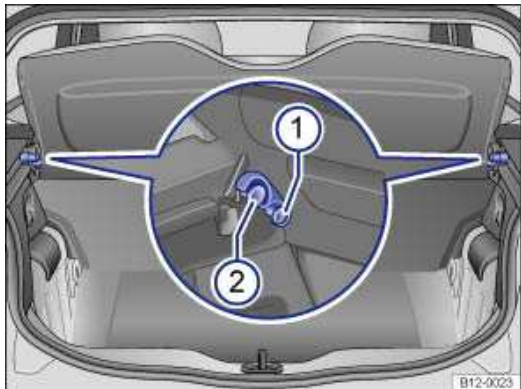

Abb. 77 Im Gepäckraum: Gepäckraumabdeckung aus- und einbauen.
Die Gepäckraumabdeckung hochklappen und in die seitlichen Halterungen → Abb. 77 ① drücken. Dabei darauf achten, dass die Gepäckraumabdeckung richtig arretiert ist.
Gepäckraumabdeckung nach oben aus den seitlichen Halterungen herausziehen → Abb. 77 ② .
Gepäckraumabdeckung nach unten in die seitlichen Halterungen drücken → Abb. 77 ② .